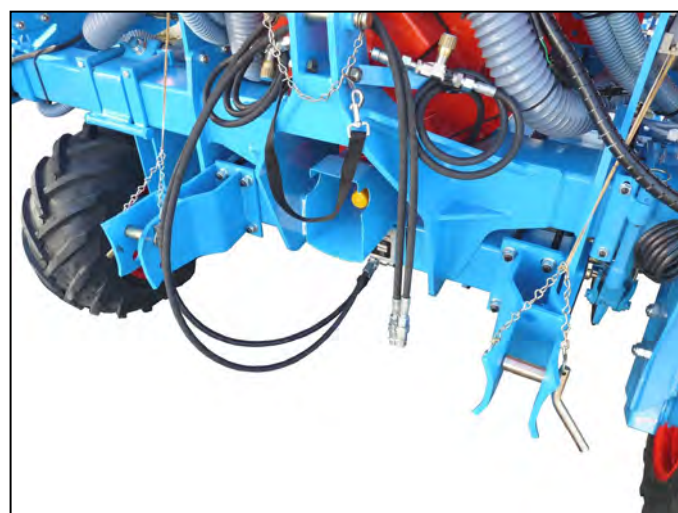

Fig. 6
- déport 13 cm (attelage à broches catégorie n°2) (fig. 6)
- 13 cm offset (pin coupling category n°2) (fig. 6)
- Versatz 13 cm (Anbau mit Steckern Kategorie Nr°2) (Abb. 6)
- spostamento 13cm (aggancio a spinotti categoria n°2) (fig. 6)